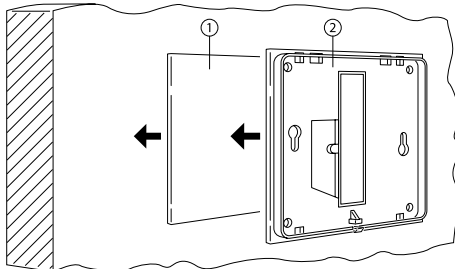

Fig. 20: Grundplatte des Raumtemperaturreglers aufkleben
- Den beiliegenden Klebestreifen auf der ebenen Wandfläche aufkleben (Fig. 20, Pos. 1).
- Grundplatte des Raumtemperaturreglers auf den Klebestreifen aufkleben (Fig. 20, Pos. 2).